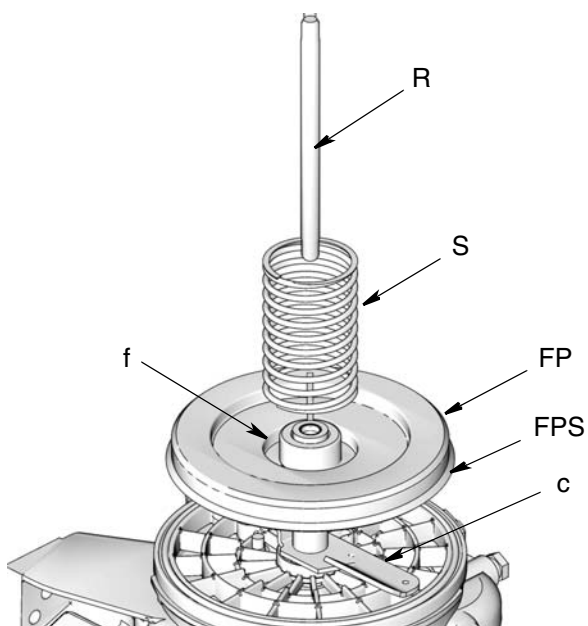

FIG. 11
2. Instale el plato seguidor (FP) en la paleta agitadora (c). Asegúrese de que el sello (FPS) esté apuntando hacia abajo (hacia el plato seguidor) según se muestra en FIG. 11.